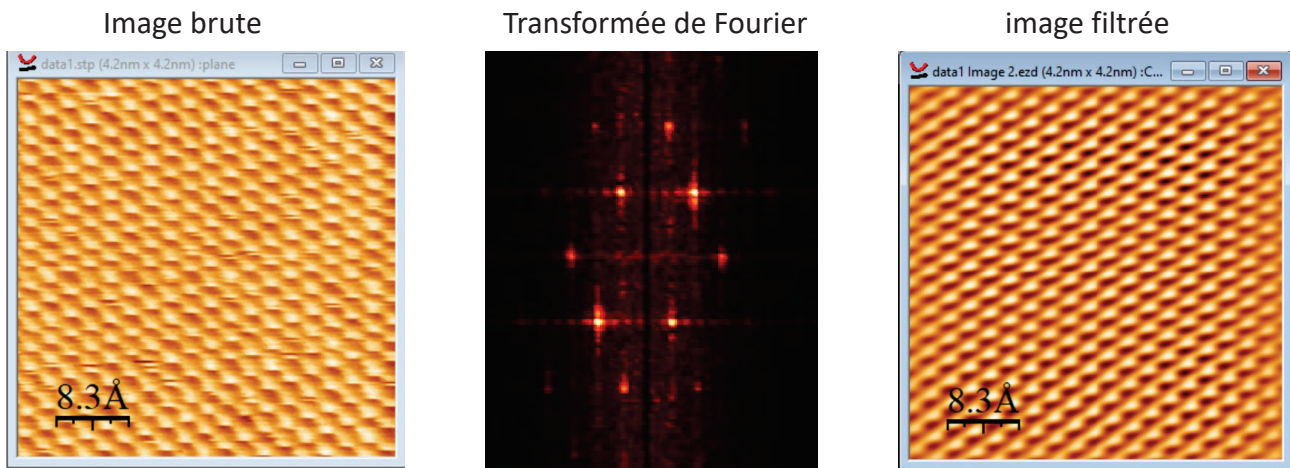

Fig. 9 – Surface de graphite. Traitement des images par TF
L'image brute de la figure 9 a été obtenue sur le matériel à votre disposition. On observe sur cette image des structures avec des zones sombres correspondent à des creux ainsi que des zones claires correspondent à des bosses. Il est à noter que le microscope à effet tunnel ne donne pas forcément la position des atomes mais plutôt la position des densités électroniques.
- **Réduction du bruit** sur la figure 9, nous voyons la transformée de Fourier rapide (FFT) de l’image brute en 2D. Le bruit, qui ne possède pas de caractéristiques spectrales bien défini, apparaît comme un fond diffus sur la FFT. Il peut donc être éliminé en ne gardant que le signal périodique repérable par les points lumineux (“Filter” + sélection des points lumineux avec la souris puis “Create Window” pour obtenir l’image filtrée sans le bruit de fond).